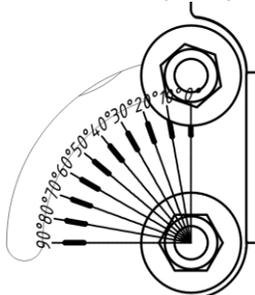

Рисунок 7 — Шкала для регулировки.
5.4.6. Отрегулируйте нужный угол наклона светильника, используя шкалу для регулировки на деталях крепления (рисунок 7).
5.6.4. Закрепите светильник при помощи болтов/винтов на поверхности. С помощью поворотного кронштейна (скобы) выставите нужный угол поворота светильника (см. рисунок 7). Затяните болты.